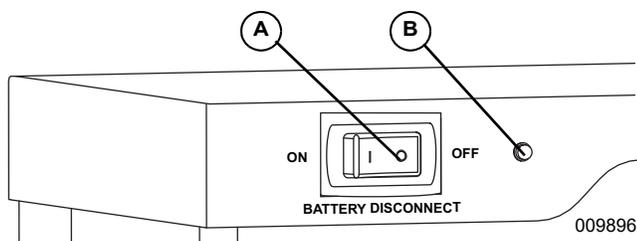

Figura 2-8. Arranque en negro
Consulte la Figura 2-8. Si el LED (B) queda naranja fijo después de 3 segundos cuando se ENCIENDE el interruptor de desconexión de la batería, la batería está desactivada. Si el LED se vuelve verde, ya está activada y no requiere un arranque en negro. Consulte LED de estado de la batería para obtener más información.